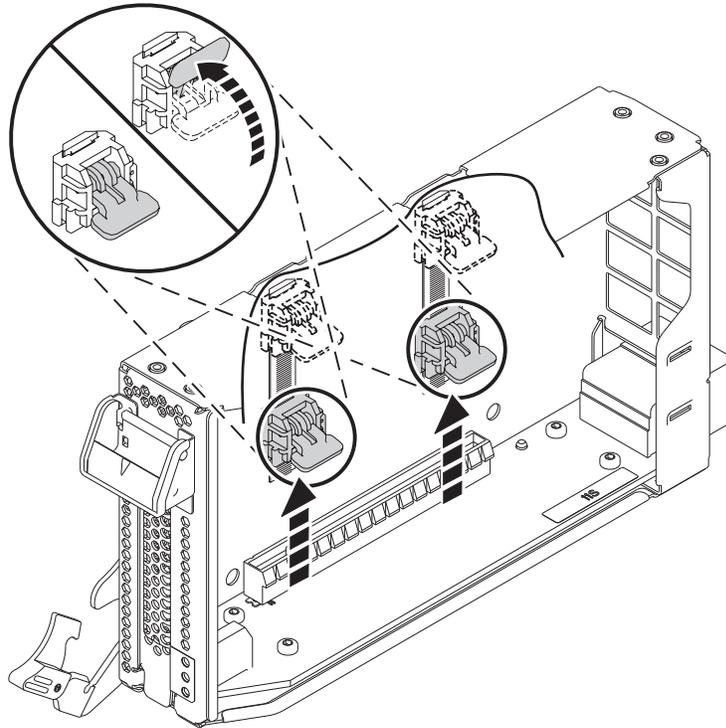

図 16. カセット・ラチェットのアンロック
- a. 18 ページの図 16 に示すように両方のカセット・ラチェットを回転させて、それらをアンロックします。
- b. 18 ページの図 16 に示すように、カセット・ラチェットをカセットの上端まで押し上げます。